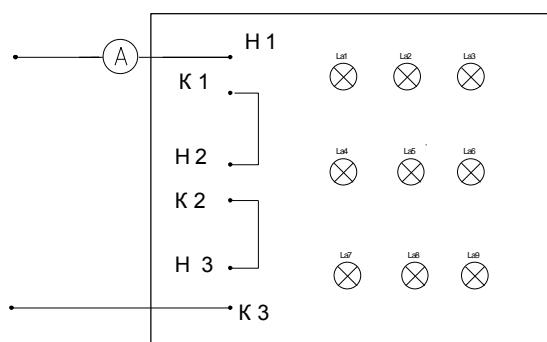

Рисунок 1. Схема последовательного соединения приемников
1. Ознакомиться со схемой (рис.1) последовательного соединения и проверить правильность соединения.